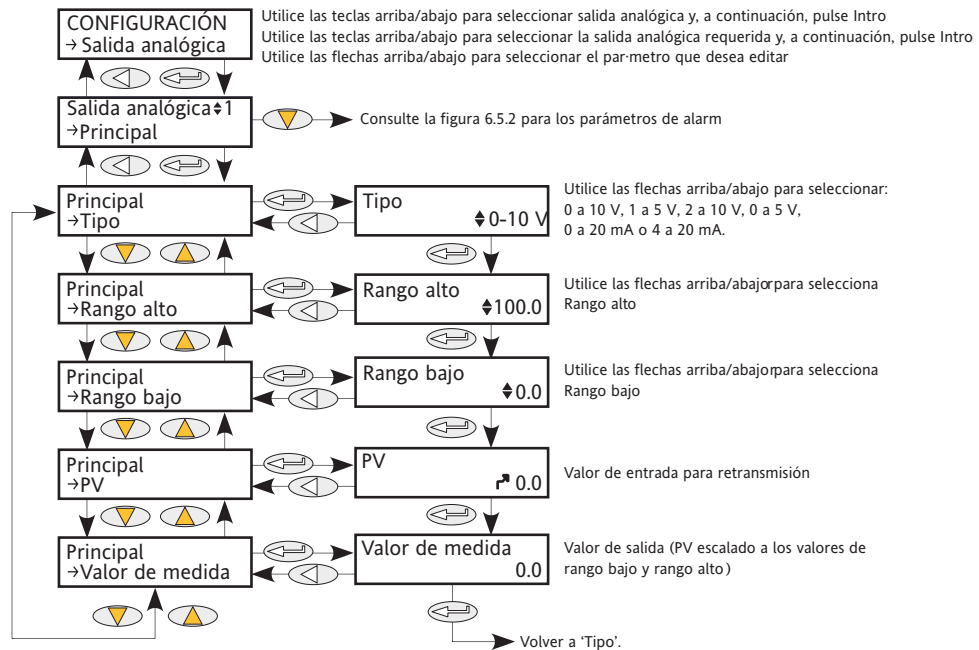
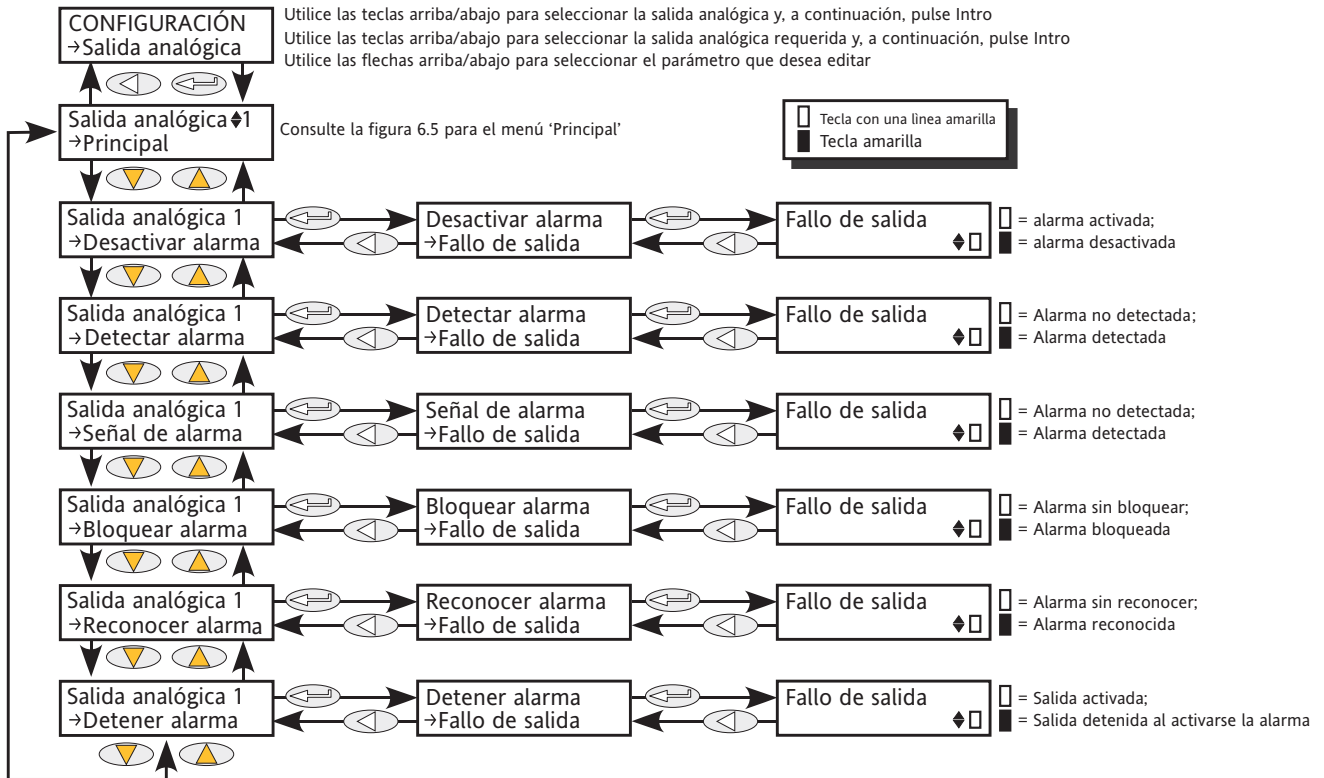

Figura 6.5.1 Menú principal de salida analógica
Figura 6.5.2 Acceso al parámetro de alarma de la salida analógica
Esto ofrece una salida de intensidad o tensión escalada desde una variable de proceso (PV) mediante rango alto o bajo. La figura 6.5.1 muestra el submenú de configuración principal; la figura 6.5.2 muestra los parámetros de alarma.